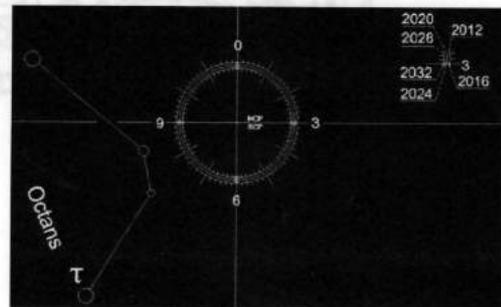

Fig. 28
3. En regardant dans l'oculaire du viseur, le réticule doit apparaître comme sur la Fig. 28. Si ce n'est pas le cas et que le réticule a tourné par rapport à cette position, reportez-vous au chapitre 4.4. pour le calibrer de nouveau.